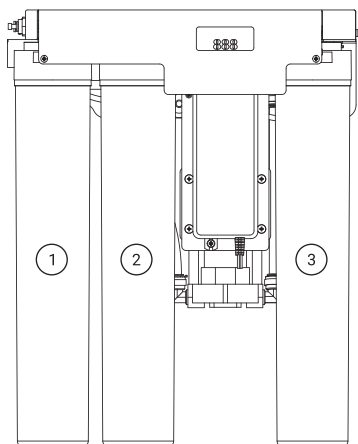

Рис. 16.
2. Установите картриджи в крышку в соответствии с нумерацией ступени фильтрации (рис. 16).